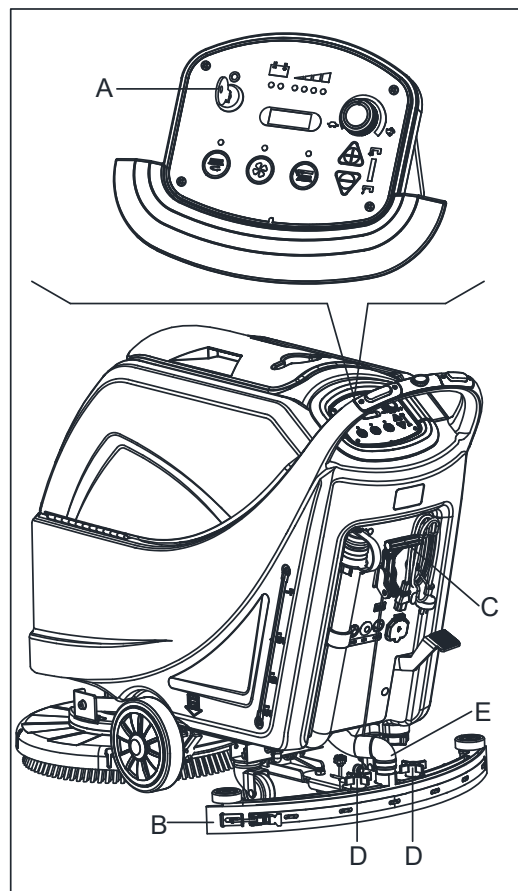

Figura 17
2. Rotiți cheia de contact (A, Figura 17) la poziția "0".
3. Coborâți mopul (B) cu ajutorul pârgheii (C).
4. Slăbiți butoanele-șurub (D) și scoateți mopul (B).
5. Deconectați furtunul de aspirare (E) de la mop.